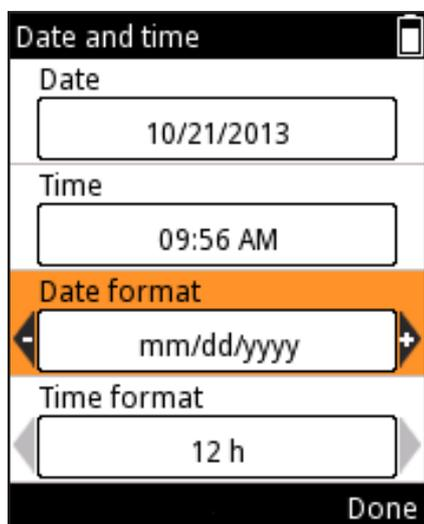

图 D58.
6. 利用  ,  更改日期格式和时间格式 (图 D58) 。